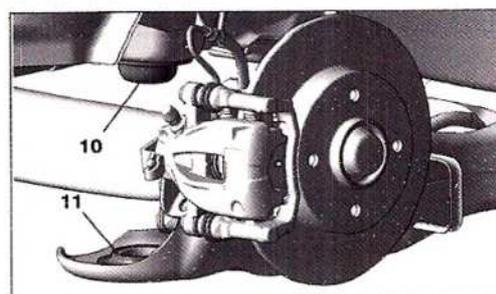

FIG. 60
Desmontar la copela (10) y (11) (Fig.60).